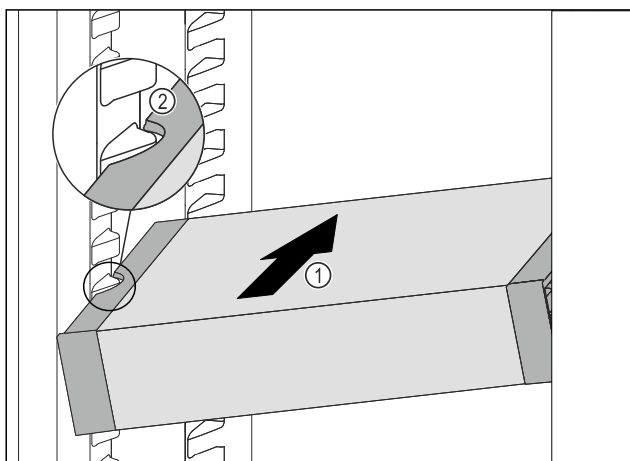

Fig. 78
- A VarioSafe fiókot ferdén tolja be a hűtőrészbe Fig. 78 (1) annyira, hogy a VarioSafe oldalsó kivágásai Fig. 78 (2) a hűtőrészben a tartóborda magasságában legyenek.